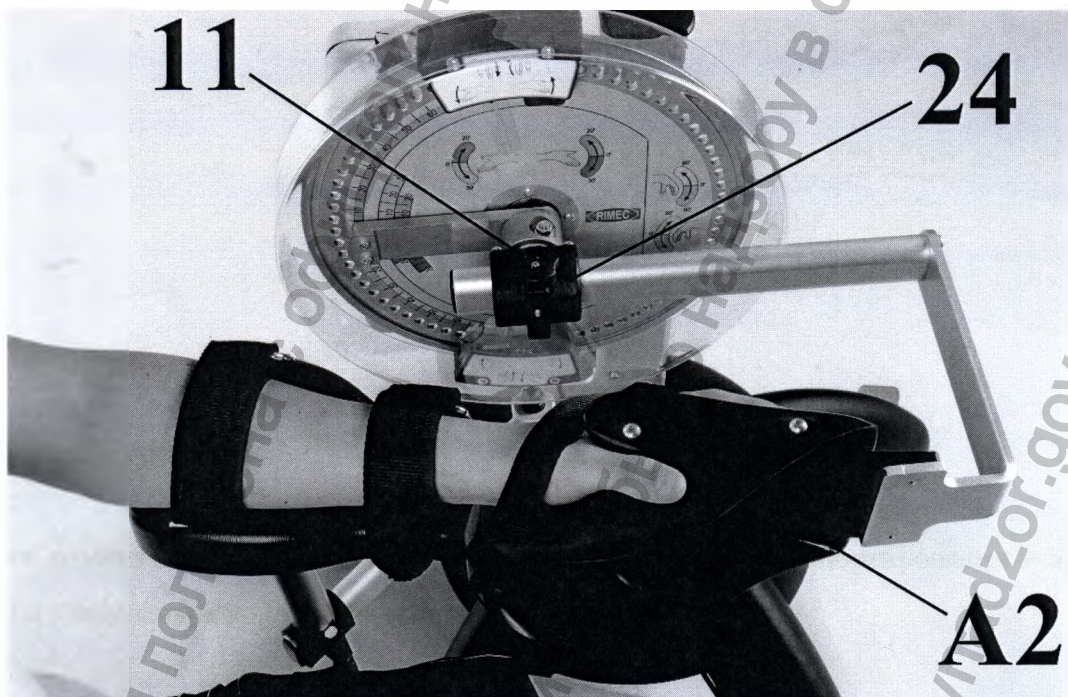

Рис.16
- Поместите конечность пациента на аппарат, как показано на рис. 16. Запястье должно находиться на уровне середины Зажима (24). Аксессуар (A2) должен быть вставлен внутрь зажима - так, чтобы рука пациента могла быть правильно размещена на (A2), после чего туго затяните винт (11).